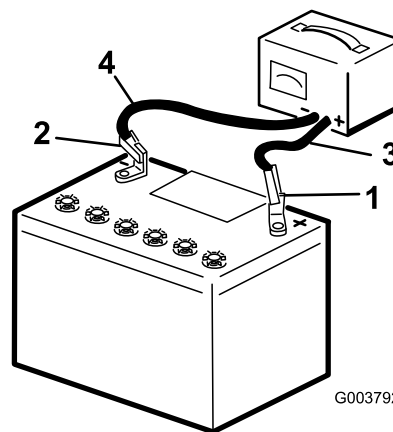

Bild 43
2. Laden Sie die Batterie mit drei bis vier Ampere für vier bis acht Stunden auf (Bild 43). Überladen Sie die Batterie nicht.
3. Wenn die Batterie voll geladen ist, ziehen Sie den Stecker des Ladegeräts aus der Dose. Klemmen Sie dann die Klemmen des Ladegeräts von den Batteriepolen ab (Bild 43).